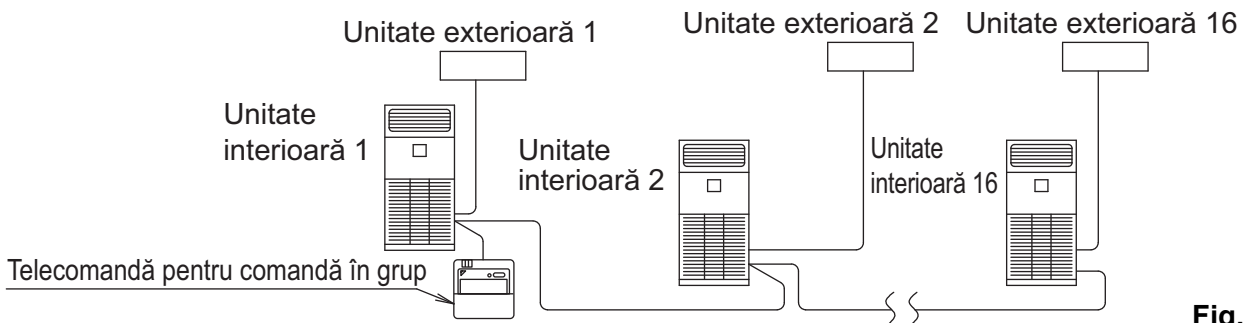

Fig. 36
- La utilizarea ca unitate pereche, puteți porni/opri simultan controlul (de grup) până la 16 unități cu telecomanda. (**Consultați Fig. 36**)